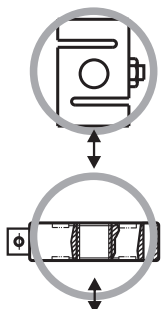
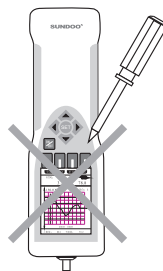

图4
图3
- 5、本机用于测试推力或拉力（图3），严禁在测试杆弯曲或者拧紧的方向用力（图4、5）；